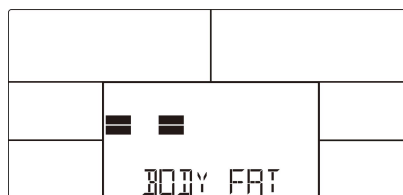

图 24
4. 测试期间，用户须保持双手握住手柄。且 LCD 会显示 “== ” “== ” (图 24) 8 秒直到测试完成。